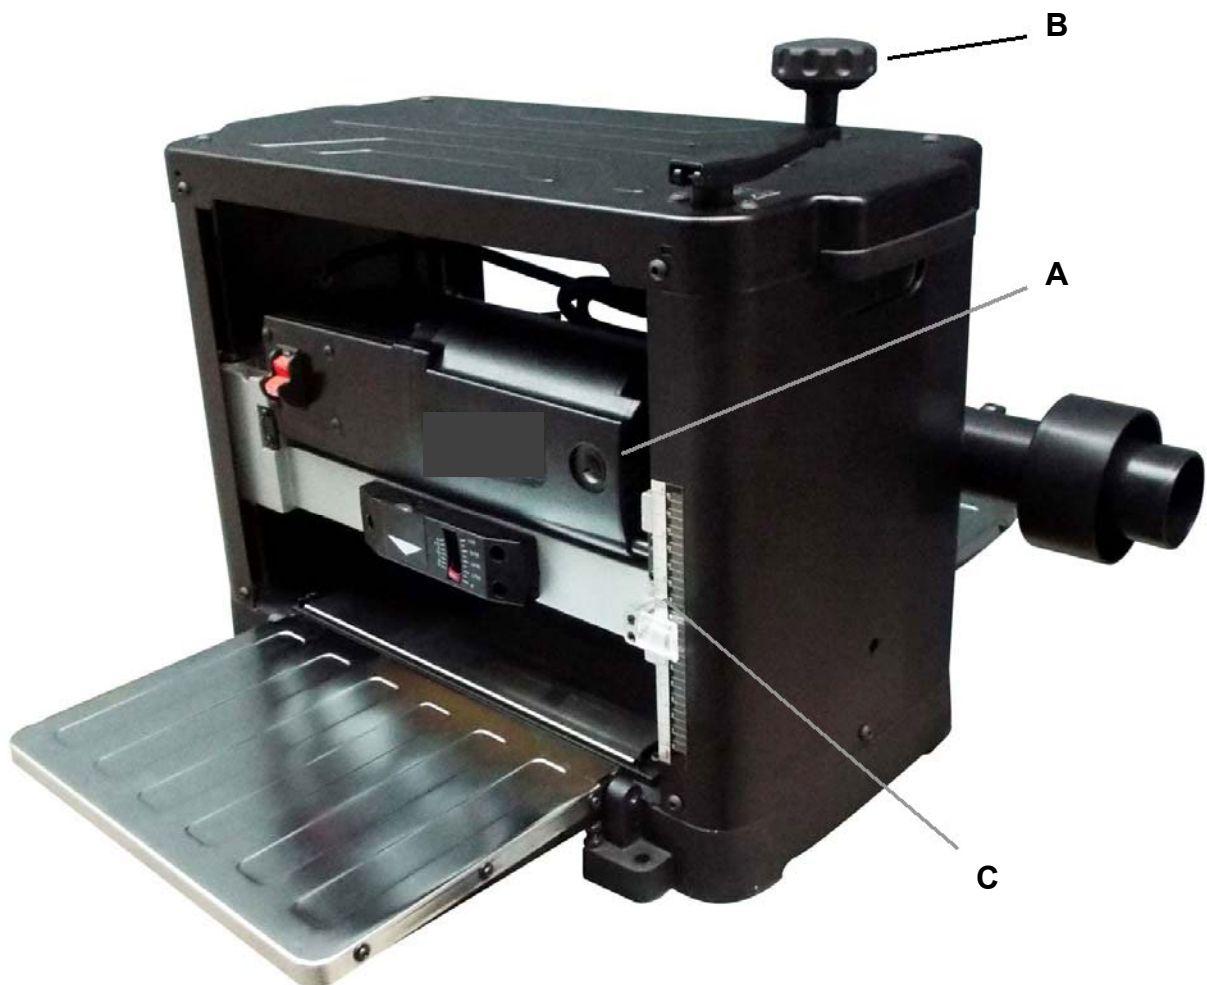

ABB. 5
1. Zum Anheben des Maschinenkopfs (A) drehen Sie den Einstellgriff (B) im Uhrzeigersinn. Siehe Abb. 5.